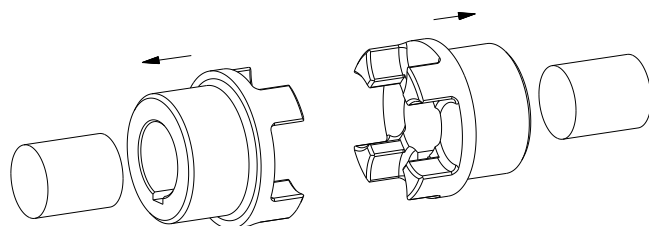

図 13: ハブの取付け
- ハブを駆動側と従動側それぞれの軸に取付けて下さい (図 13 をご参照)。